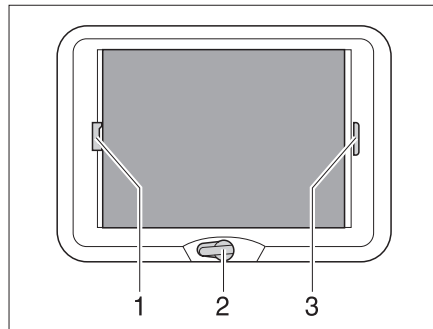

Fig. 85 Lanterneau à manivelle
- Tourner la manivelle (Fig. 85,2) jusqu'à ressentir une résistance (angle d'ouverture max. 70°).
- Tirer la poignée du dispositif occultant plissé (Fig. 85,3) et le relâcher lorsqu'il a atteint la position voulue. Le dispositif occultant plissé reste alors à cette position.
- Tirer sur la poignée (Fig. 85,1) de la moustiquaire jusqu'à toucher la poignée du dispositif occultant plissé (Fig. 85,3) située vis-à-vis et la faire s'enclencher.
- Appuyer sur la poignée de la moustiquaire (Fig. 85,1) vers l'arrière et le haut et décrocher la moustiquaire du dispositif occultant plissé (Fig. 85,3).